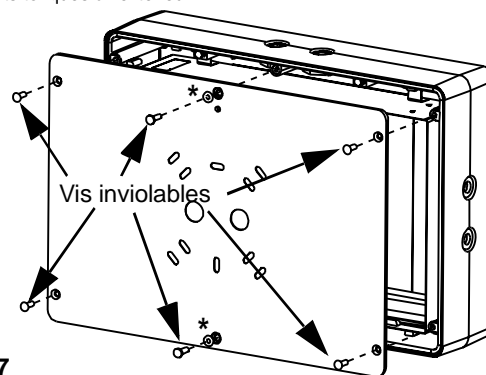

Figure 7
2. Dévisser les vis inviolables retenant la plaque arrière et séparer la plaque arrière du cadre (utiliser l'embout de tournevis fourni pour enlever les vis inviolables)(voir Figure 7)